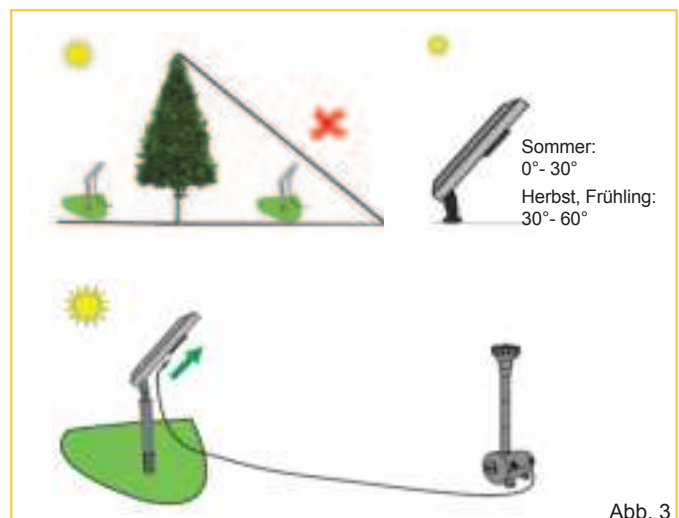

Abb. 3
- Positionieren Sie das Solarpanel so, dass es direktes Sonnenlicht aufnehmen kann. Der Li-Ionen-Akku kann nur funktionieren, wenn das Solarpanel nicht im Schatten steht. Passen Sie ggf. den Winkel des Solarpanels an (siehe Abbildung 3). Das Solarpanel läuft im Sommer auch bei bewölktem Himmel.